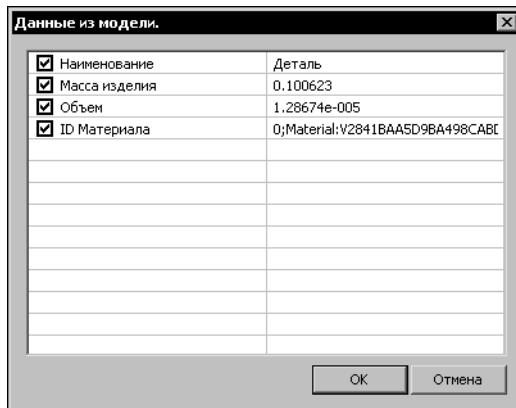

Рис. 5.3. Выбор параметров, импортируемых с модели
2. В открывшемся окне **Данные из модели** (рис. 5.3) снимите маркеры напротив тех параметров, которые не требуется импортировать из модели.